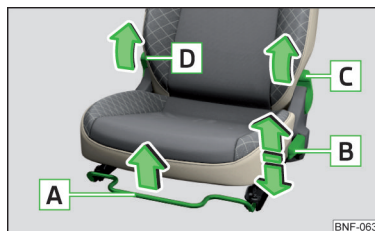

Fig. 52
- Tirar de la palanca **D** » fig. 52 y abatir el respaldo hacia delante.